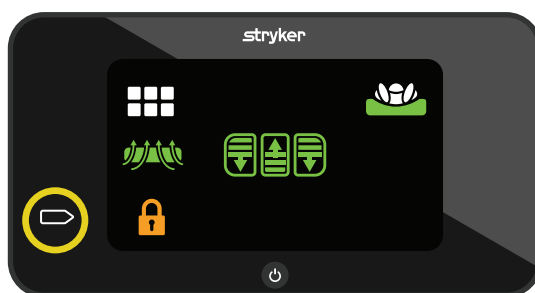

Figura 39 – Ecrã bloqueado
2. Para desbloquear o ecrã, prima sem soltar o botão de **Ação** a seguir ao ícone **Bloqueado** durante dois segundos (Figura 39).